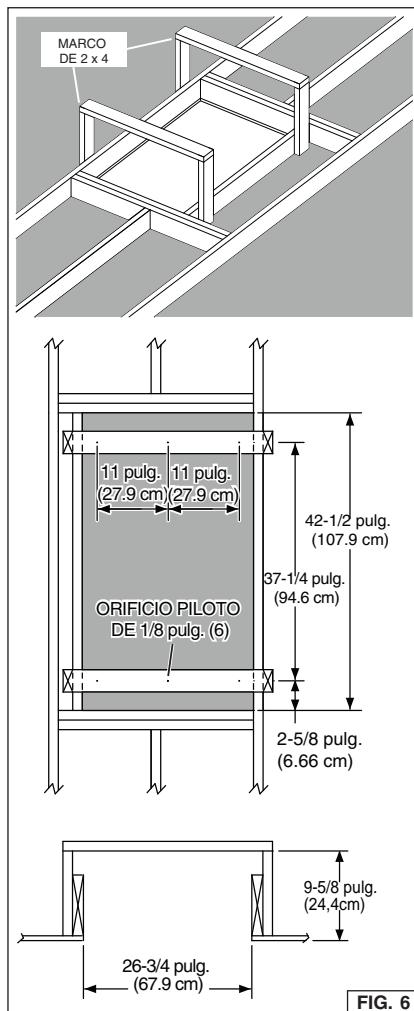

FIG. 6
1. Construya un sistema de marco de madera, como se muestra en la Fig. 6.